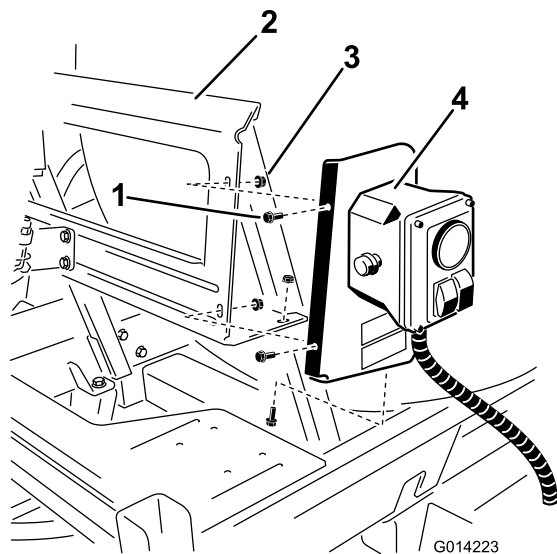

Bild 8
2. Befestigen Sie die Teile mit drei Schrauben (1/4 x 5/8 Zoll) und drei Sicherungsmuttern (1/4 Zoll) an der Befestigungshalterung, wie in Bild 8 dargestellt.